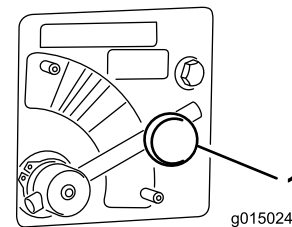

Figure 45
1. Desserrez le bouton de fixation du levier de vanne du Twin Spinner (Figure 45).
2. Tournez le levier de vanne du Twin Spinner sur la couleur voulue (Figure 45) (jaune dans notre exemple).
1. Amenez le levier de vanne du Twin Spinner sur la partie **bleue** (VITESSE MAX) (Figure 45). Le levier doit être horizontal lorsqu'il est tourné à fond dans le sens horaire.